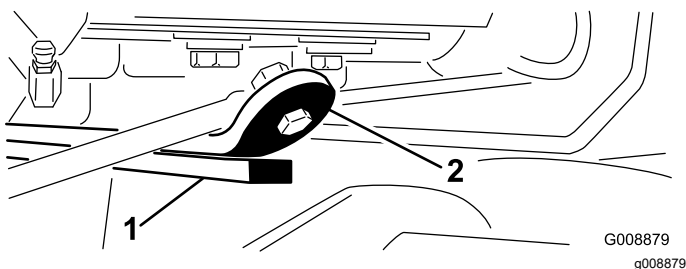

Figure 28
3. Mettez le moteur en marche, élevez les bras de levage et vérifiez que l'écartement entre le segment d'usure sur le dessus de la barre d'usure de l'unité de coupe arrière et la bride de butée est compris entre 0,51 et 2,54 mm, comme montré à la Figure 28.